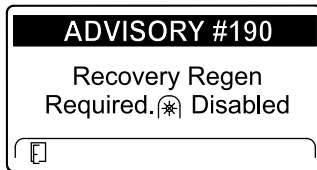

Figura 55
- Regenerare de recuperare necesară - priză de putere dezactivată ADVISORY #190 (recomandarea nr. 190) (Figura 55)